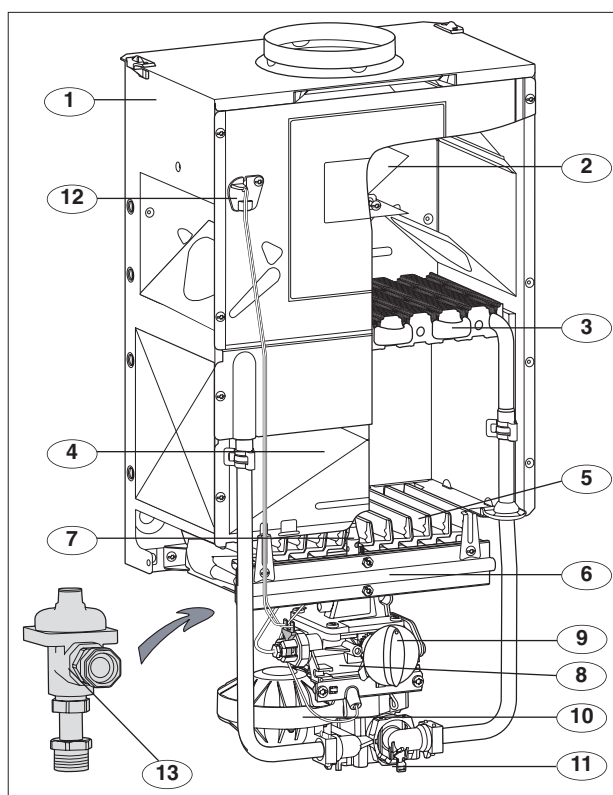

Рис. 2
- Вытащить, потянув на себя ручку регулятора газа поз. 9 (рис. 2).